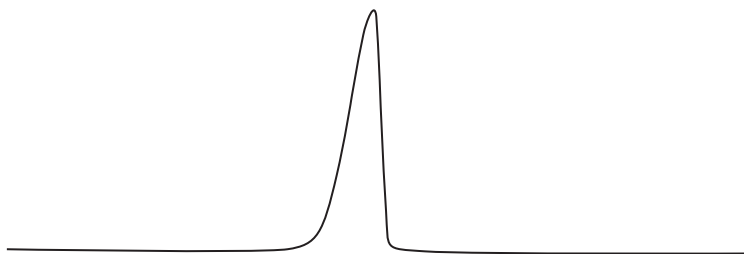

图 1 快速下落
- 1 峰前面升起的部分正常，后半部分基本垂直的落向基线（图 1）。